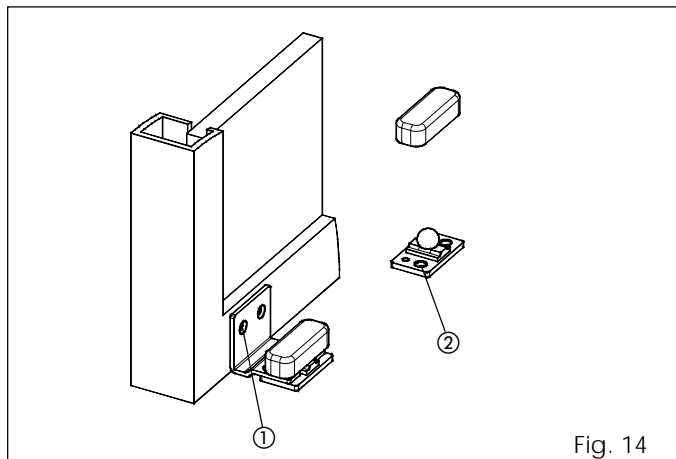

Fig. 14
- Fixer les patins d'après la fig. 14 réf. ①.
- Fixer directement le patin au sol, d'après la fig. 14 réf. ② en utilisant des tasseaux et des vis adéquats.